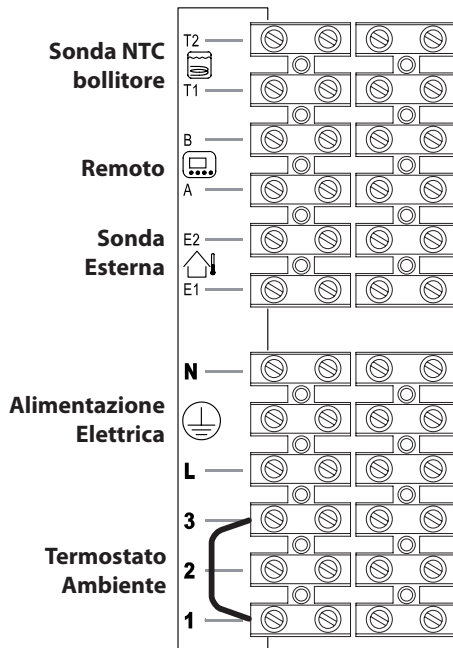

Figura 5.30
Per il collegamento del remoto servirsi dei morsetti indicati in Figura 5.30.
Per il collegamento della sonda esterna servirsi dei morsetti indicati in Figura 5.30.
**Il ponticello elettrico collegato nella morsettiere termostato ambiente tra i morsetti "1 e 3" non va rimosso** Figura 5.30.